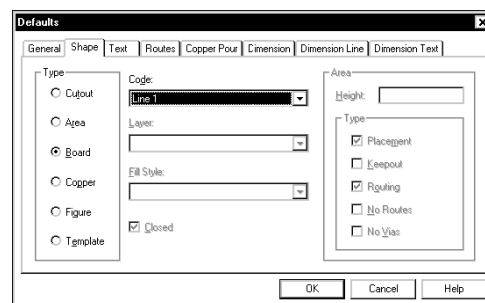

Рис. 28. Настройка линий для рисования контура платы.
20. В появившемся на экране диалоговом окне Defaults перейдем на вкладку Shape (рис. 28), в поле Type выберем опцию Board и в выпадающем списке Code выберем стиль линий Line 1.